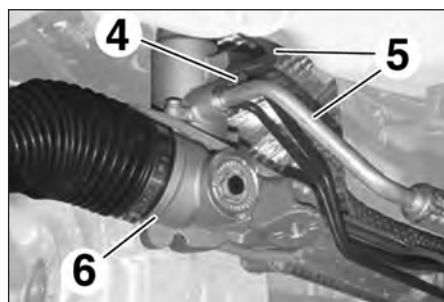

FIG. 15
- Déposer la vis (4) des canalisations hydrauliques (5) sur le boîtier de direction (6) (Fig.15).
- Ecarter les canalisations (5) de la valve du boîtier de direction.
- Déposer le boîtier de direction (6).